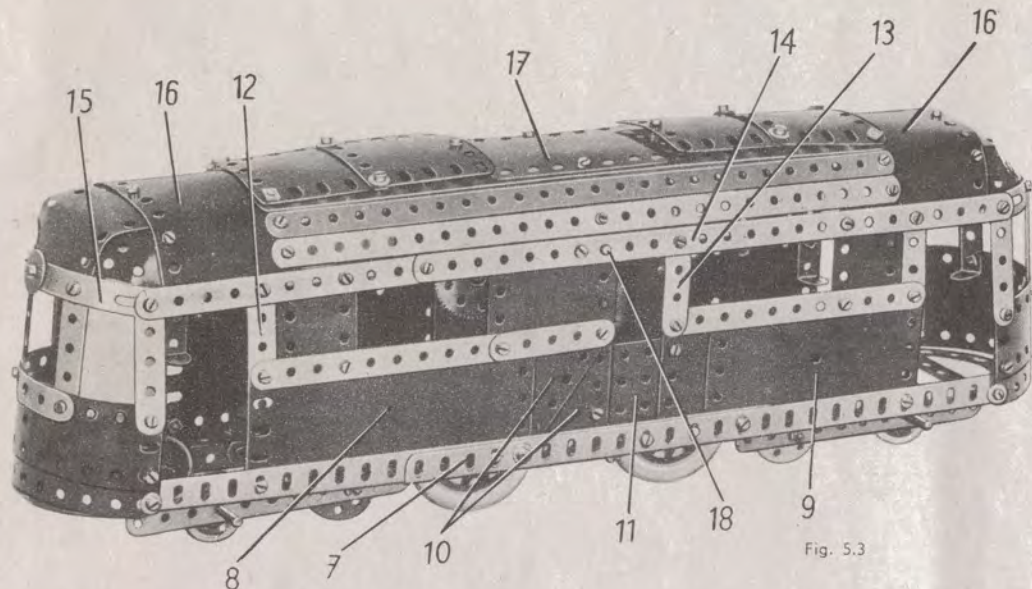

Fig. 5.3
Le côté qui apparaît sur la figure 5.3 est fixé sur un longeron (7) formé, comme le (1) par deux cornières de 25 trous se recouvrant sur 15 trous. Ce côté est recouvert par une plaque flexible de 14x6 cm. (8) la moitié d'une plaque à charnière (9), deux plaques flexibles triangulaires de 6x5 cm. (10) et une plaque à rebords de 6x4 cm. (11). Le côté est prolongé vers le haut par deux bandes coudées de 60x12 mm. (12), une bande de 5 trous (13), deux plaques flexibles de 6x4 cm. et une de 6x6 cm. Les bords supérieurs des plaques sont renforcés par une bande (14) formée d'une bande de 25 trous et d'une de 11 trous. Les côtés une fois terminés sont réunis à chaque extrémité par une bande de 7 trous boulonnée sur les cornières (1) et (7).